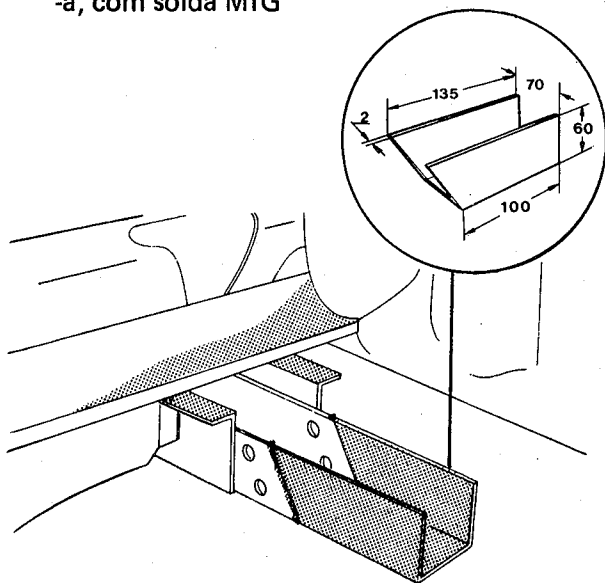

fig. 182
- substituição da longarina até a travessa. Inclui a instalação de uma extensão no reforço da longarina, junto à travessa (fig. 182).
1. Confeccionar uma extensão para o reforço da longarina (fig. 182)
5. Furar a extremidade da longarina de reposição — 6 furos de cada lado — na área superposta à extensão do reforço (fig. 182). Ob-